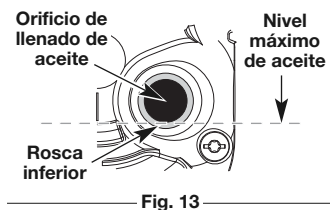

Fig. 13
5. Inspeccione el orificio de llenado de aceite, use una linterna si es necesario. **El nivel de aceite debe tocar justamente la rosca inferior del tapón de llenado de aceite** (Fig. 13). Si el nivel de aceite está muy bajo, añada aceite al orificio de llenado hasta que el aceite toque la rosca inferior del orificio.